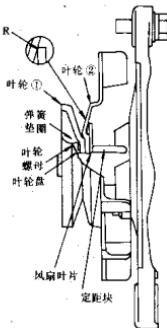

图1-24 叶轮安装图
3) 用老虎钳夹住转子，顺序安装定距块、风扇叶片、叶轮2、叶轮1、叶轮盘、弹簧垫圈、叶轮螺母（见图1-24）。然后用扭矩扳手，把皮带轮螺母按规定的扭矩拧紧。